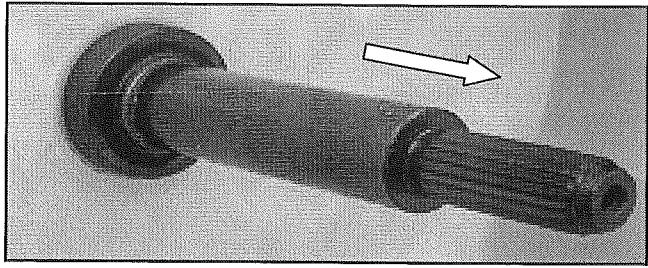

FIGURE 8
12. Faire basculer la laveuse vers l'avant pour la dégager des tuyaux flexibles, puis retirer l'arbre d' entraînement et le joint de la cuve. Voir Figure 8.